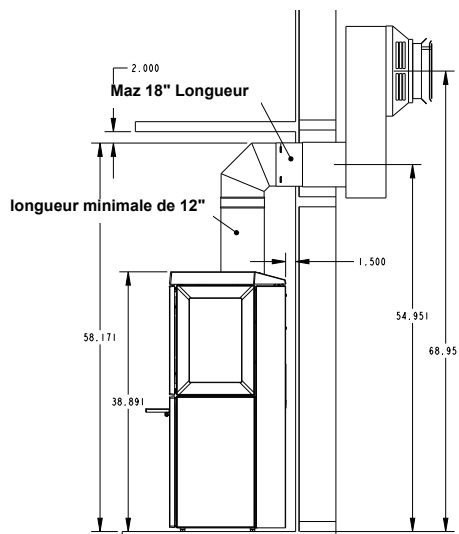

Figure 6.8. Terminaison du chapeau périscopique en option
- Tout passage d'évent à terminaison horizontale doit comprendre une élévation verticale d'au moins 12 po (61 cm) avec un passage horizontal d'au moins 6 po. Reportez-vous aux figures 6.8, 6.9, 6.10.